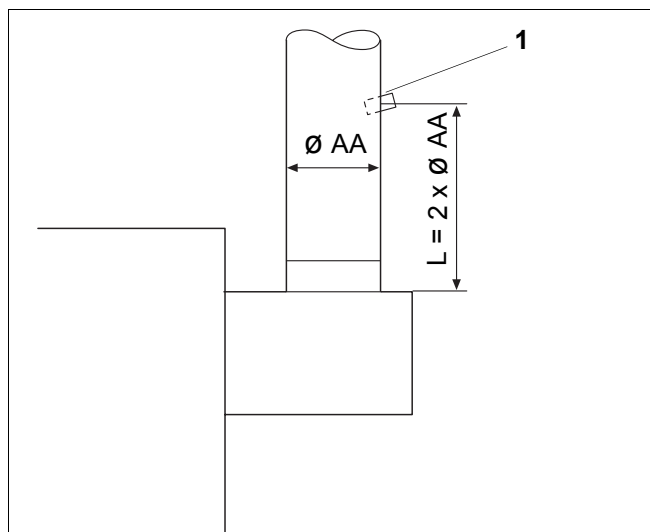

Рис. 32 Место замера на дымовой трубе
- Сделайте отверстие в дымовой трубе на расстоянии $L = 2 \times \text{Ø AA}$ после прерывателя тяги на противоположной от котла стороне (рис. 32, поз. 1).
- Проведите все измерения в этой точке в дымовой трубе (рис. 32, поз. 1).